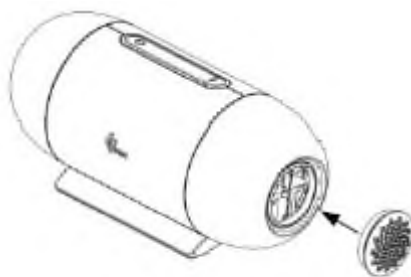

Fig. 11-2
(2) Instalați capacul filtrului, care conține filtrul de aer, pe dispozitivul principal, așa cum este arătat în Fig. 11-2.